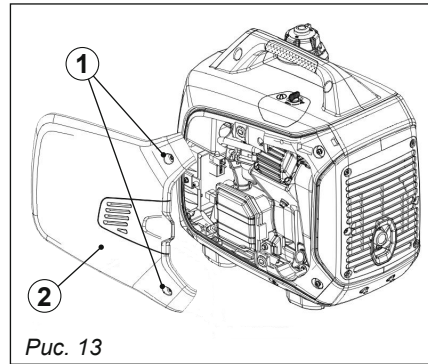

Рис. 13
2. Отвинтите крепежные винты (1), а затем снимите боковую крышку (2) (рис. 13).